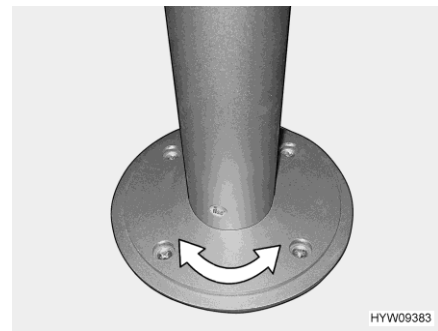

Fig. 81 Base de pedestal (giratoria)
- Girar el tablero de la mesa a la posición deseada. Para ello, se requerirá un poco de esfuerzo ya que el tablero de la mesa gira contra la resistencia por fricción en la base de pedestal (Fig. 81).